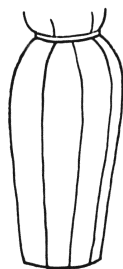
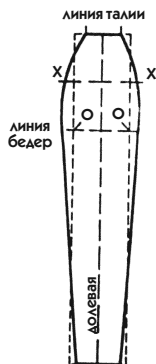

Рис. 304
Рис. 305
На этот раз речь идет об очень специфической юбке (рис. 304), покрой которой в разные времена называли то «бочонок», то «тюльпан» или давали другие экзотические названия. Юбка может быть короткой и длинной, пышной на бедрах или узкой, низ ее может быть узким или широким, но техника кроя остается всегда одинаковой (лекало чертится в соответствии с рис. 305 и 306).
- Разделите эту мерку на желаемое число клиньев и постройте прямоугольник (мелкий пунктир на рис. 305), длина которого равна длине юбки. Точки О соответствуют линии бедер. Для нашего примера сделайте стороны прямоугольника  $70 \times 10$  см.
2. Посередине этого прямоугольника проведите крупную пунктирную линию, обозначающую направление долевой нити (рис. 305).
3. Мерку обхвата талии, разделенную на число клиньев (для нашего примера это 7 см), распределите по обе стороны от долевой нити (рис. 305).